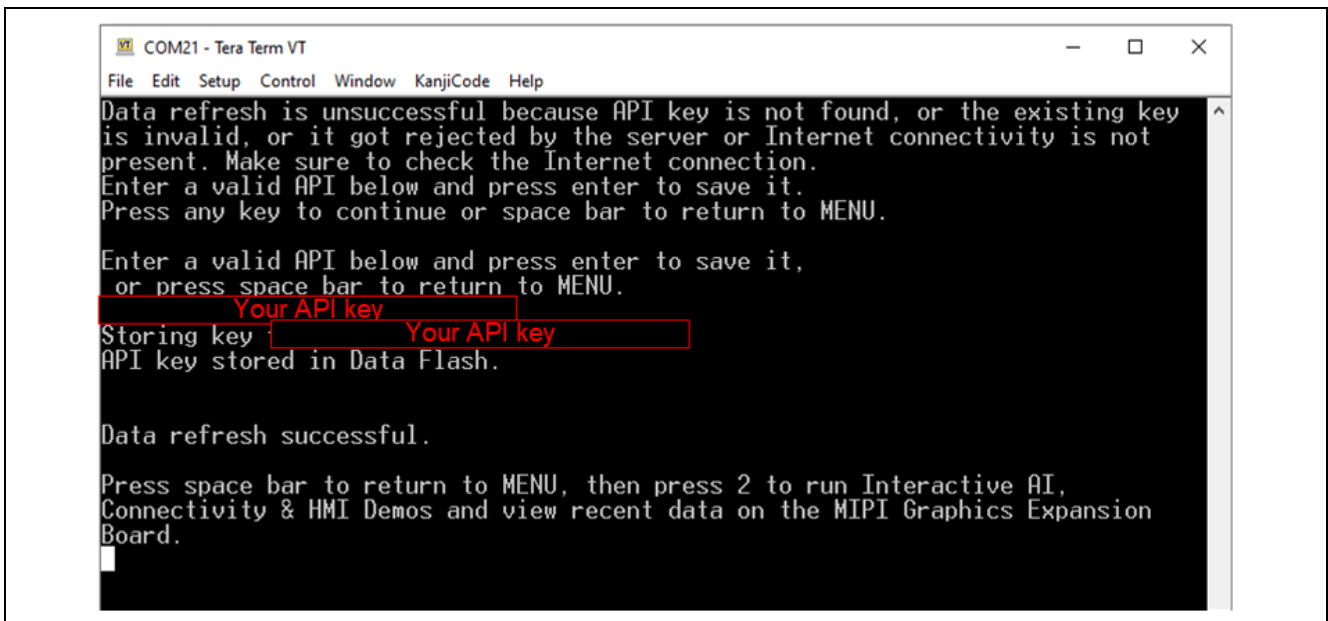

図 32. World Time Zone API キーの初回入力
- API キーが存在しない場合、コンソールは図 32 に示すように表示されます。